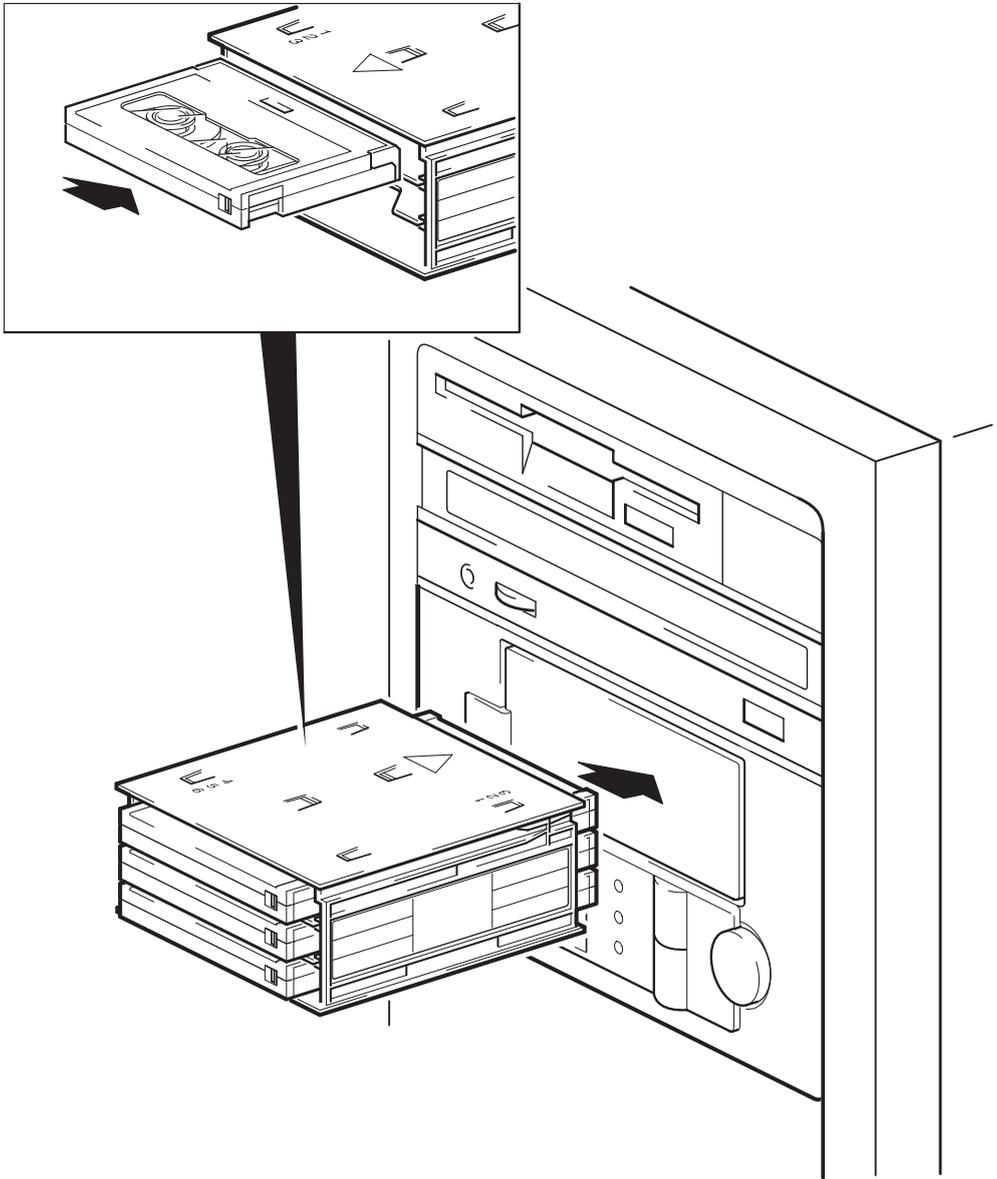

Figura 11: cargar o autoloader
- 2 Insira o magazine através da porta na frente do autoloader. Certifique-se de que a seta grande esteja para cima e apontando na direção do autoloader, como mostra a figura 11.